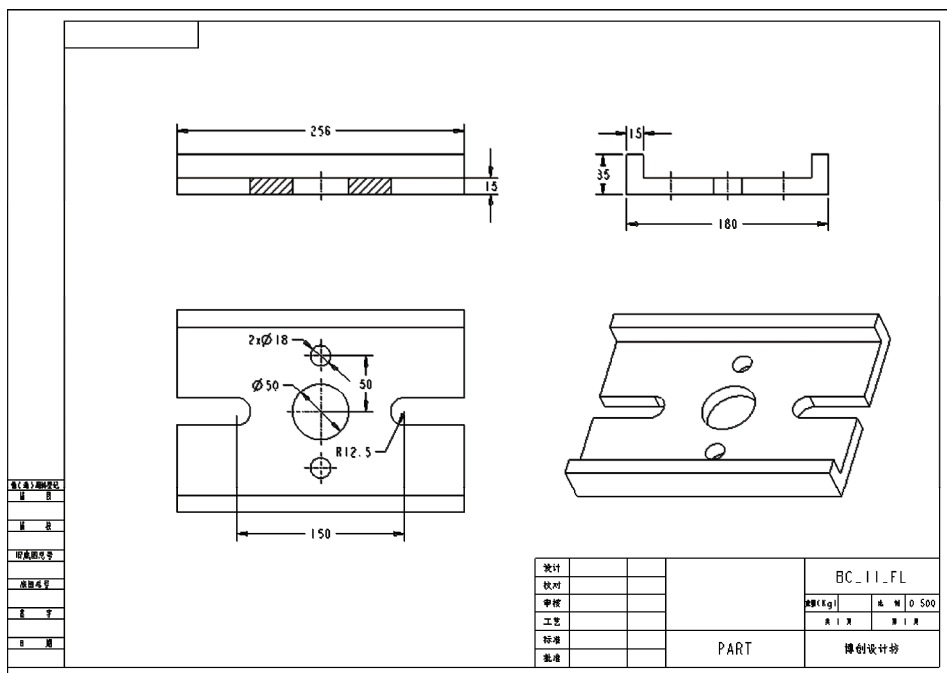

图 11-123 插入轴测图
- 5) 单击“绘图视图”对话框中的“确定”按钮。完成插入的轴测图如图 11-123 所示。